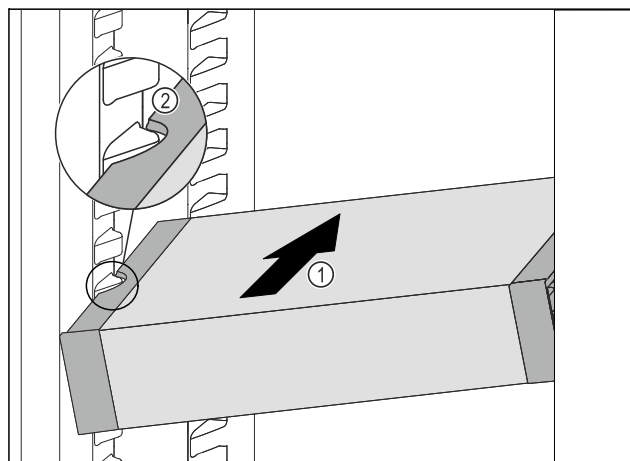

Fig. 128
- Вставити висувний ящик VarioSafe під кутом в охолоджувальне відділення Fig. 128 (1), доки бокові поглиблення Fig. 128 (2) VarioSafe не будуть розташовуватися на рівні ребра для ємності в охолоджувальному відділенні.